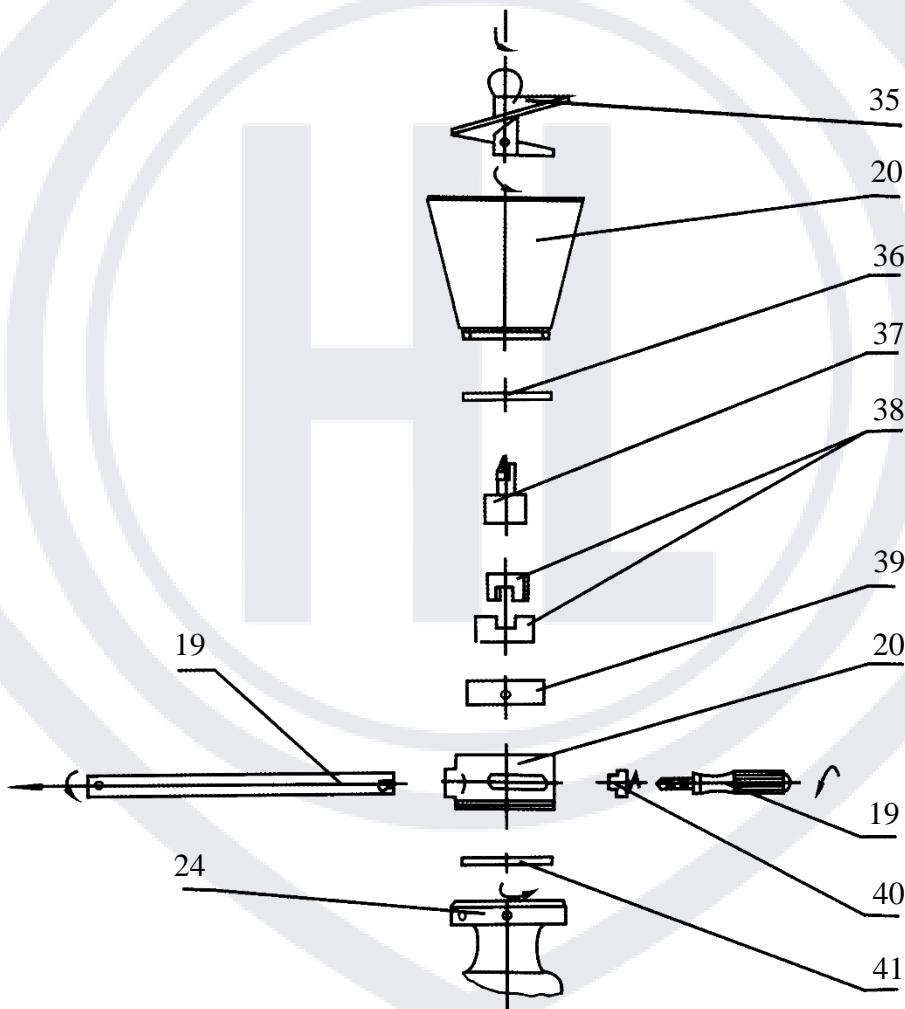

Рис. 8
- 2) Снимите гайку (10). Остатками теста выдавите внешнюю форсунку.
- 3) Снимите гайку (12), снимите тестовый кожух и выньте шнек (32). Очистите снятые детали, очистите бункер для теста, чтобы в нём не образовывался сухой остаток, который может привести к повреждению пельменей. Очистите поверхность машины.
- 4) Снимите трубку подачи начинки, снимите бункер для начинки, снимите и разберите насос (порядок см. на рис. 8).
- 5) После мойки все части собираются в обратном порядке. Перед установкой следует смазать пищевой смазкой переднюю и заднюю часть шнека (32)